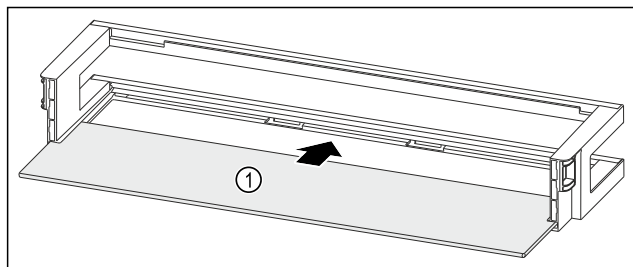

Fig. 118 Balconcino controporta con ripiano
- Inserire il ripiano Fig. 118 (1) negli incavi laterali.